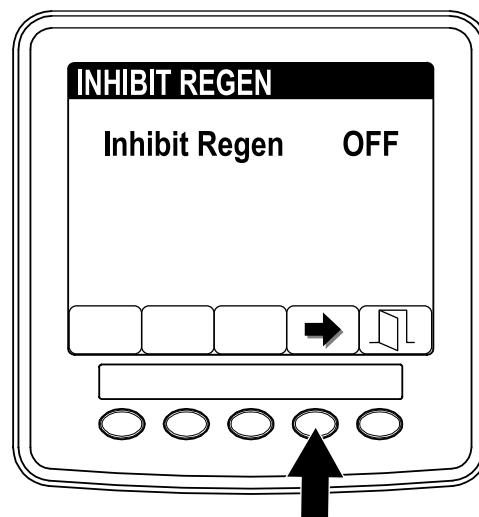

图13
3. 按 4 号按钮，将禁止再生设置从 On（打开）更改 为 Off（关闭）（图13），或从 Off（关闭）更改为 On（打开）。